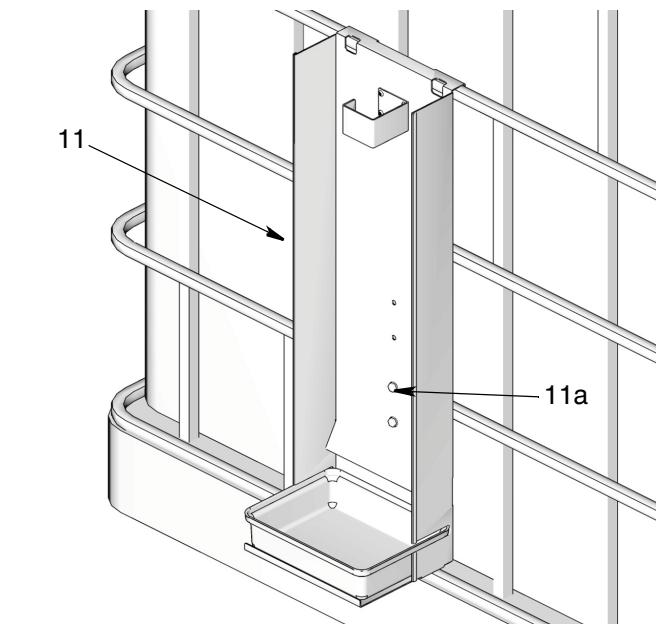

Рис. 19
- Приложите раму расходомера (11) к стенке контейнера IBC, как показано на Рис. 19. Заденьте раму на месте четырьмя винтами (11a).